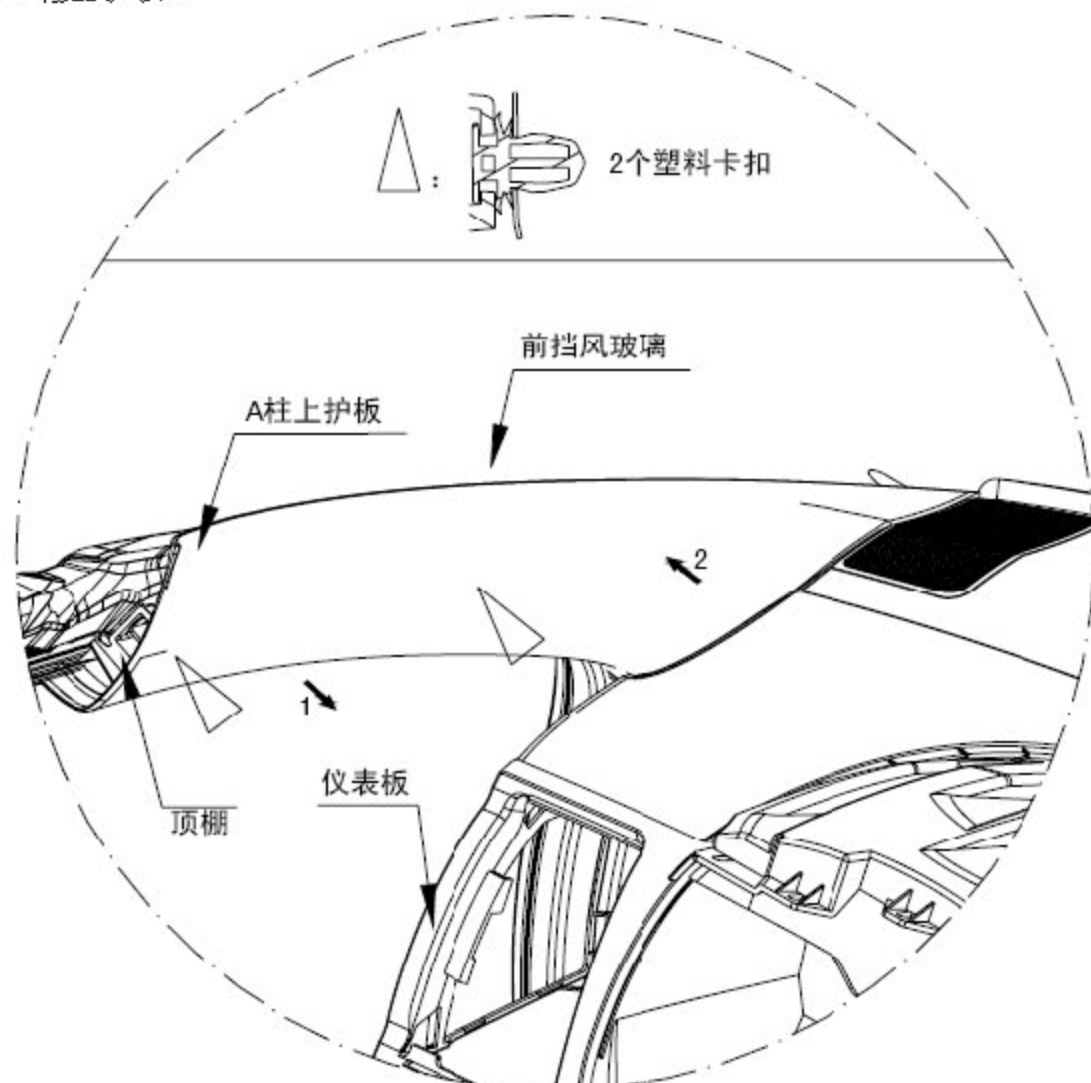

图 12-2-1 A 柱上护板拆卸示意图
A). 使用缠有保护胶带的一字螺丝刀沿图 12-2-1 中 1 方向往外撬出前部底边，用双手往外掰。
B). 把塑料卡扣紧固点（2 个）从钣金分离后，沿图 12-2-1 中 2 方向往上拿出 A 柱上护板。